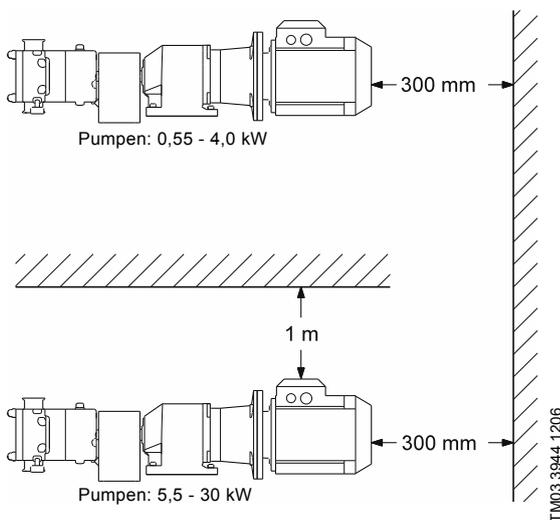

Abb. 25 Räumliche Anforderungen
- Pumpen von 0,55 - 4,0 kW benötigen hinter dem Motor einen Freiraum von 300 mm, siehe Abb. 25.
- Pumpen von 5,5 - 30 kW benötigen hinter dem Motor einen Freiraum von 300 mm und oberhalb vom Motor mindestens einen Freiraum von 1 m, um die Verwendung von Hebegeschirr zu ermöglichen, siehe Abb. 25.